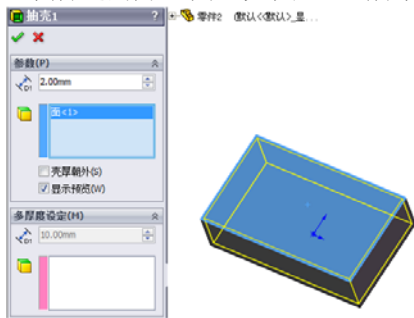

图 4-35 选择要移除的面
3. 单击图标右侧的显示框，然后从右面的图形区域中选择一个或多个开口面做为要移除的面。此时在显示框中显示所选的开口面，如图 4-35 所示。